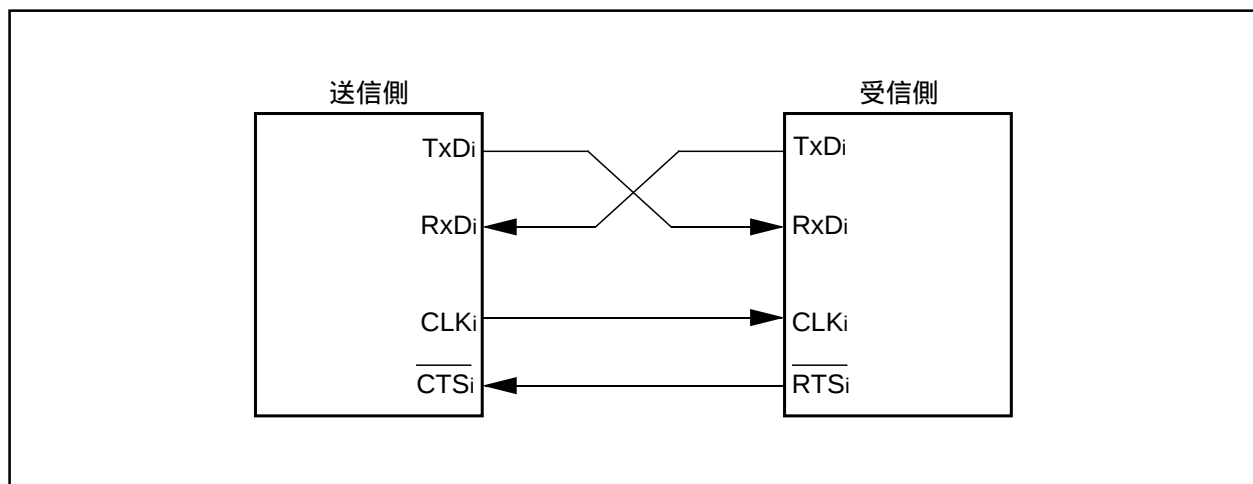

図2.4.16. 結線例
- 送受信 (1) 外部クロック選択時、 $\overline{\text{RTSi}}$ 機能を選択した場合は、受信可能状態になると $\overline{\text{RTSi}}$ 端子の出力レベルが“L”になり、受信が可能になったことを送信側に知らせます。受信が開始されると $\overline{\text{RTSi}}$ 端子の出力レベルは“H”になります。このため、 $\overline{\text{RTSi}}$ 端子を送信側の $\overline{\text{CTSi}}$ 端子に結線すると、送受信のタイミングを合わせることができます。内部クロック選択時は $\overline{\text{RTSi}}$ 機能は無効です。図2.4.16に結線例を示します。